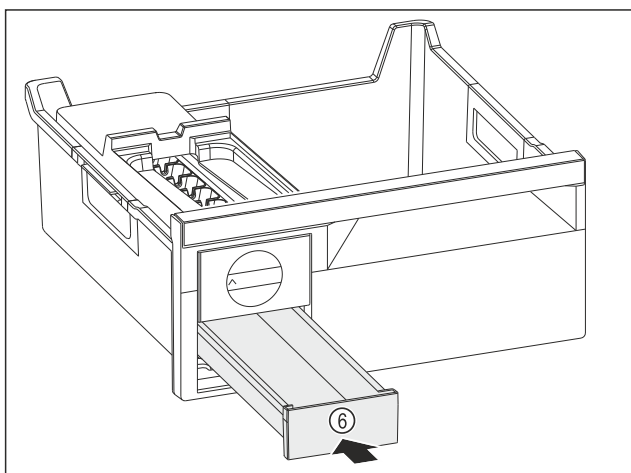

Fig. 141
- ▶ Zasuňte zásuvku na kocky ľadu Fig. 141 (6).